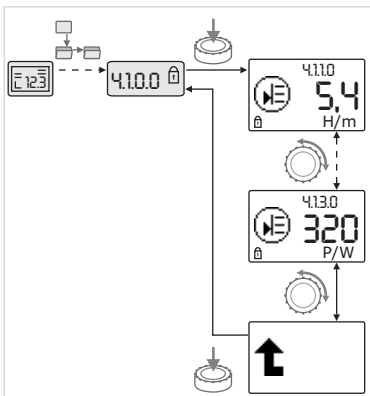

Fig. 36: solicitud de información
- Girando el botón rojo se accede a elementos de menú del tipo "Información" del submenú actual (véase la Fig. 36). Para obtener una explicación de los ajustes representados por símbolos, véase la tabla del capítulo 8.7 "Referencia de elementos de menú" en la página 31.